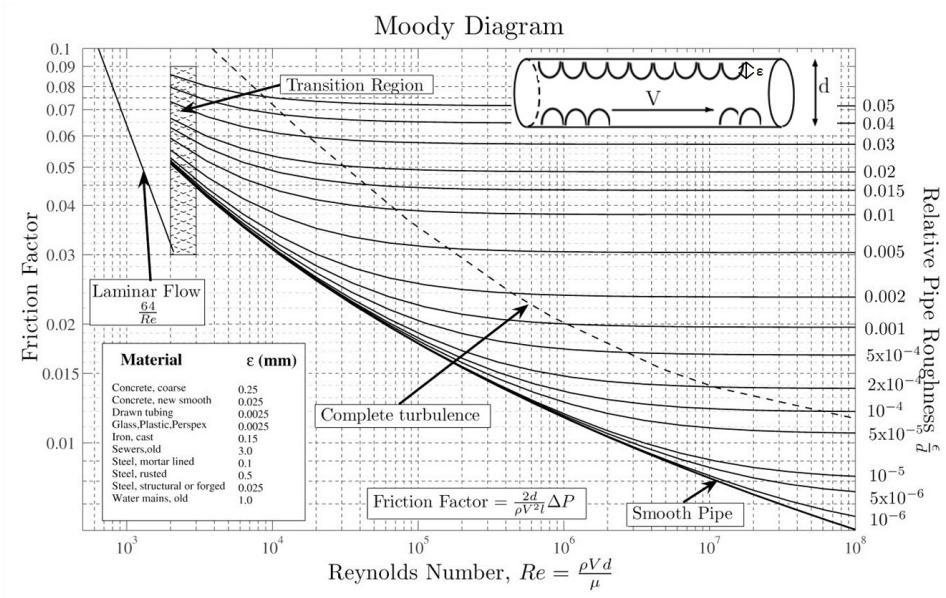

FIGURE 6 – Diagramme de Moody
3. La combinaison du théorème de Buckingham-Π et du théorème des fonctions implicites nous a permis d'affirmer que  $(dP/dx)R/(\rho U^2) = f(Re)$ . Or c'est exactement la signification du diagramme de Moody, si l'on remarque que le coefficient de frottement de Darcy-Weissbach  $f$  est équivalent à  $\Pi_1$  à un facteur 4 près. Ce diagramme est présenté sur la figure 6.